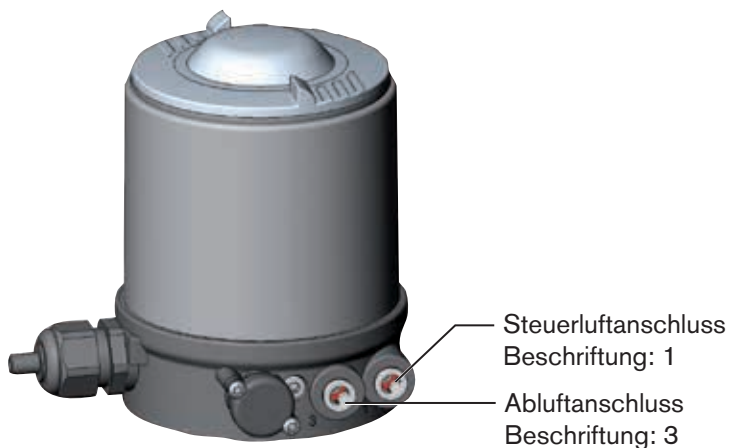

Bild 19: Pneumatischer Anschluss
- Steuermedium an den Steuerluftanschluss (1) anschließen (3 ... 7 bar; Instrumentenluft, öl-, wasser- und staubfrei).
- Abluftleitung oder einen Schalldämpfer an den Abluftanschluss (3) montieren (siehe „Bild 19“).